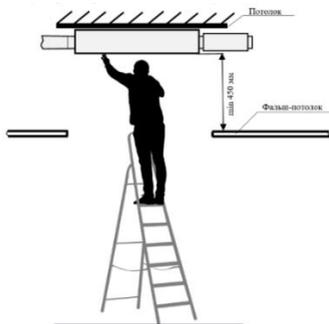

Рисунок 3. Простір для обслуговування та поточного ремонту
**6.1.4** При підборі місця для монтажу пристрою обов'язково передбачити вільний та відповідний правилам безпеки доступ до обладнання під час обслуговування та профілактичного огляду (див. рисунок 3). Люк для огляду не може бути меншим за габарити вентиляційної установки, а сама установка повинна бути змонтована так, щоб при необхідності (наприклад, у разі складного ремонту) її можна було б демонтувати.
**6.1.7** З боку обслуговування необхідно залишити вільний простір перед обладнанням обслуговування та поточного ремонту (рисунок 3), люк для обслуговування умовно не показаний.